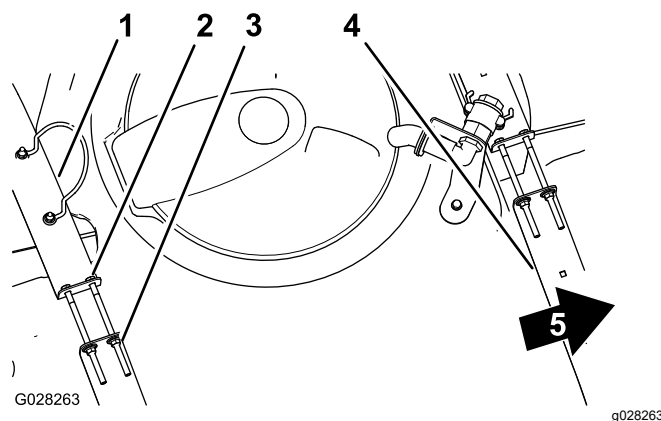

Figura 72
2. Compruebe si hay holgura entre los flejes y el depósito (Figura 72).
3. Si los flejes tienen holgura, apriete las contratuercas con arandela prensada y los pernos del extremo superior de los flejes hasta que los flejes queden apretados contra la superficie del depósito (Figura 72).